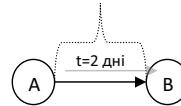

Рис. 2.12. Сітковий графік "події-роботи"
**Події-роботи.** Кружечками позначаються події, а стрілками — роботи. Ця форма називається *стрільчатим графіком* і вважається за *класичну* або *традиційну* (рис. 2.12).
На рис. 2.12 показано графік переходу від події А до події В шляхом виконання роботи тривалістю  $t=AB=2$  дні.